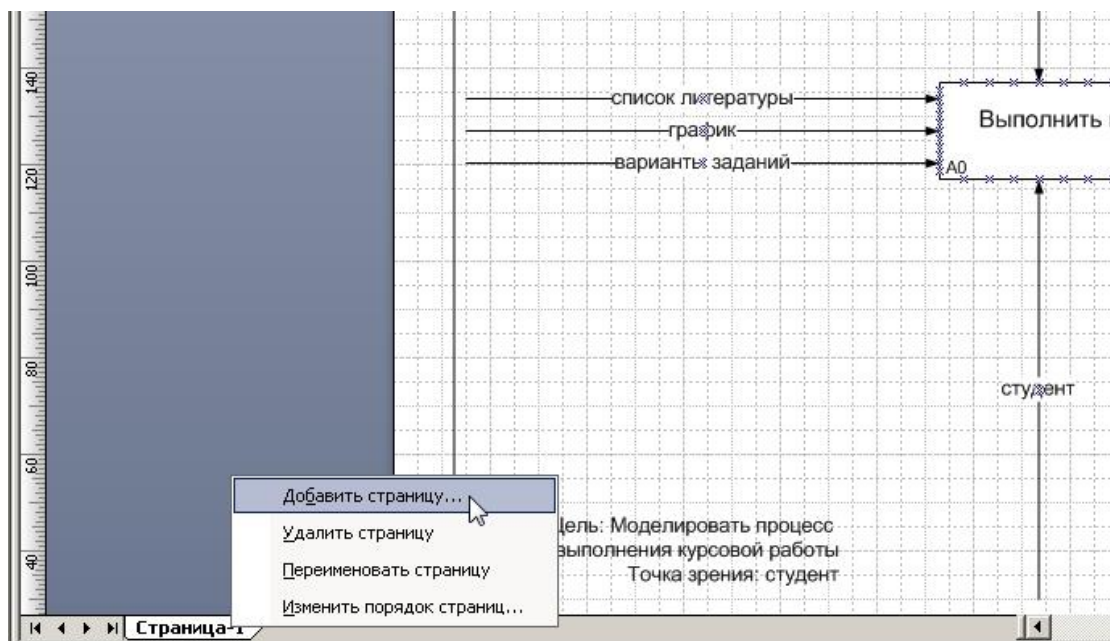

Рисунок 7 - Добавление страницы
1. Для построения декомпозиции диаграммы создайте новую страницу путем нажатия правой кнопкой мыши в нижнем левом углу окна на ярлык *Страница 1*. Выбрать пункт *Добавить страницу* (Рис. 7)